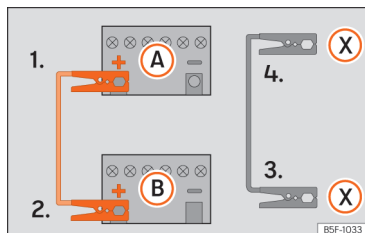

Fig. 162 Esquema de ligação para veículos com sistema Start Stop.
Os cabos de arranque apenas se deverão ligar seguindo a ordem 1 > 2 > 3 > 4 >>> **Fig. 162**.
Nos veículos com sistema Start-Stop: ligue uma extremidade do cabo preto de emergência (X) a um terminal de massa adequado, a uma peça de metal maciça que esteja aparafusada ao bloco do motor ou ao próprio bloco do motor >>> **Fig. 162**.
5. Ligue a outra extremidade do cabo preto de emergência (X), no veículo com a bateria descarregada, a um terminal de massa adequado, a uma peça de metal maciça que esteja aparafusada ao bloco do motor ou ao próprio bloco do motor, mas o mais afastado possível da bateria A.